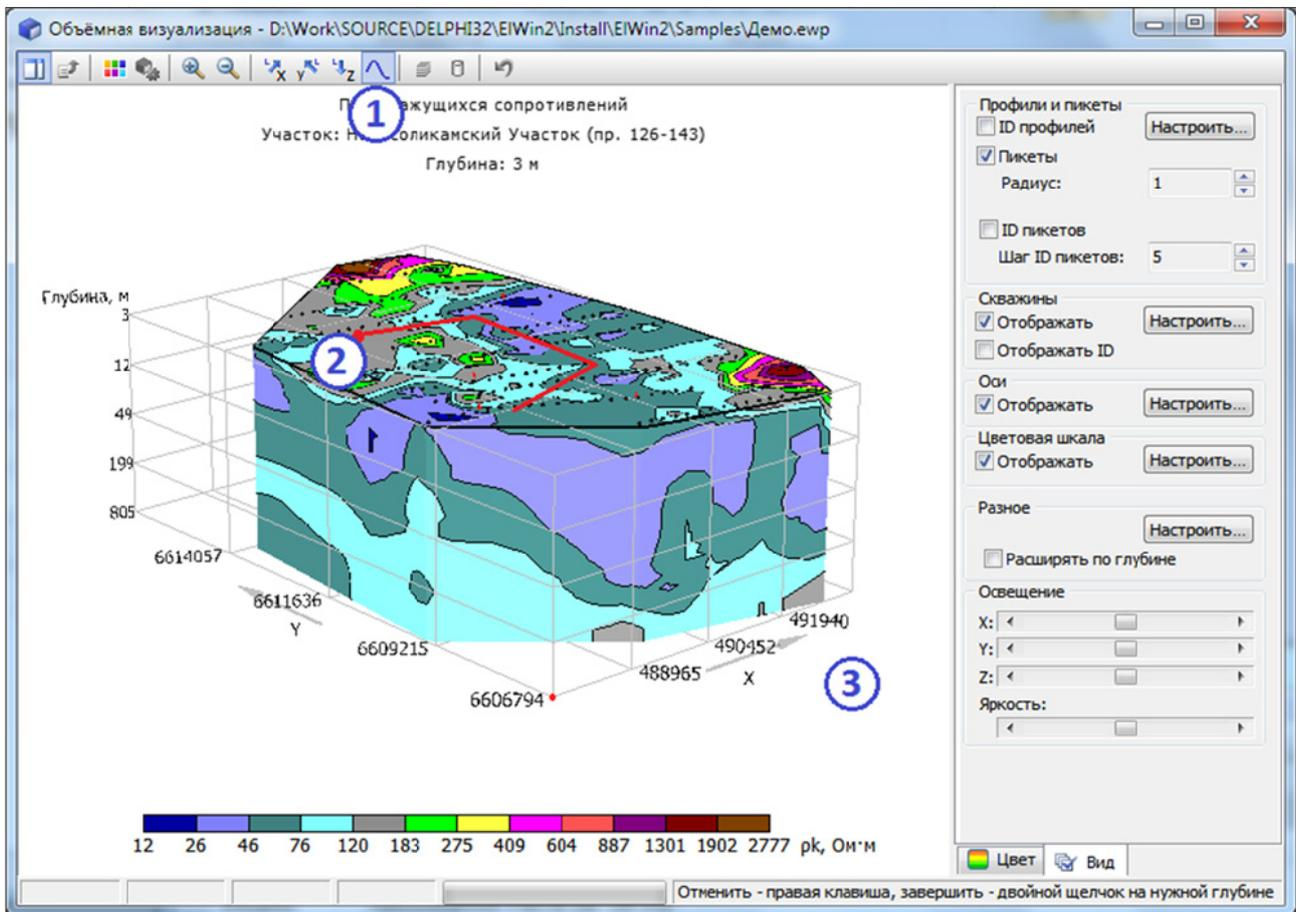

Рис. 5.5.3. Выполнение произвольных отсечений.
- выполнять криволинейные отсечения (рис. 5.5.3);
- щелкнуть на кнопке *Начать произвольные отсечения* (рис. 5.5.3, цифра 1);